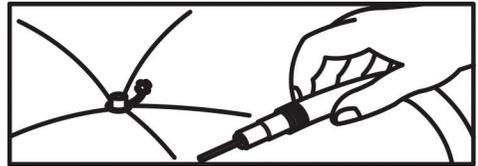

Figure 2
3. Insérez l'adaptateur dans la buse à air et appuyez ensuite sur le loquet pour retenir l'adaptateur à la buse. Voir la figure 2.